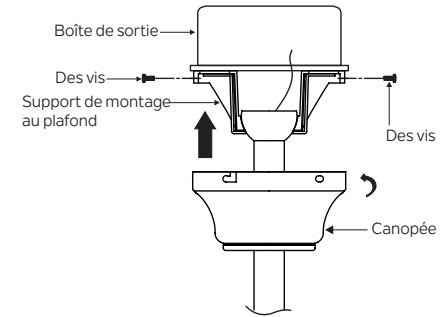

Fig. 13
**Étape 2.** Faites glisser la capote jusqu'au plafond et fixez-la au support de fixation au plafond à l'aide de 4 vis situées sur le bord supérieur du support de fixation. Insérez chaque vis dans le trou de montage du pavillon et dans le support de montage. Serrez toutes les vis fermement. (Fig. 13) tornillos de forma segura. (Fig. 13)